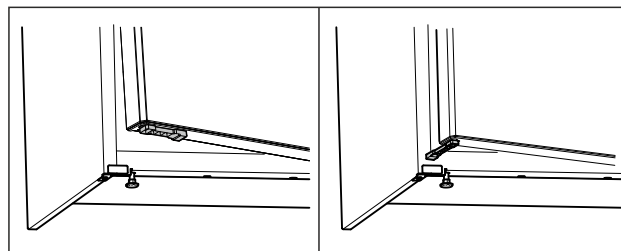

Fig. 59 \*
- ▶ Otočte omezovač otevření dvířek o 90°. (viz Fig. 59) \*